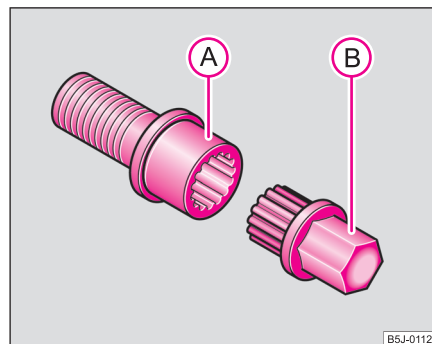

Fig. 173 Șurub de siguranță cu adaptor
- Introduceți adaptorul (B) cu partea zimțată până la limită pe interiorul zimțat al șurubului de siguranță (A), astfel încât să se mai vadă numai partea hexagonală ⇒ fig. 173.
- Împingeți cheia de roată până la capăt, pe adaptor (B).